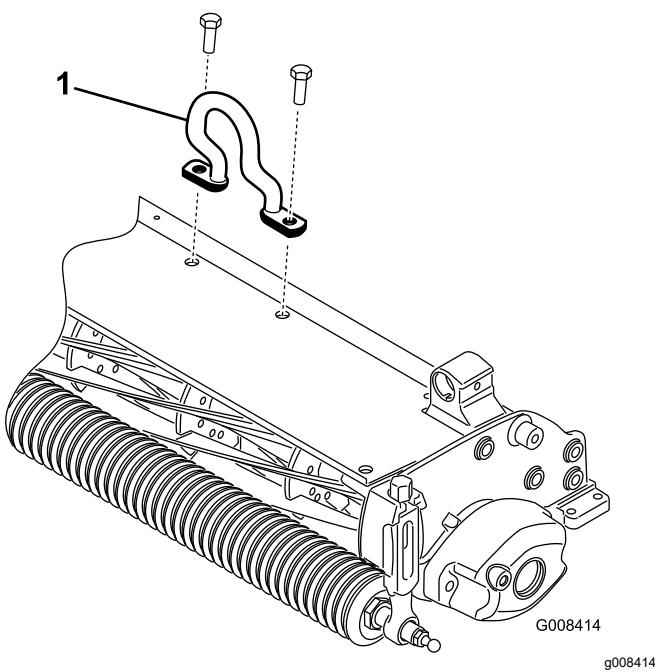

Figure 6
2. Fixez l'anneau excentré (Figure 6) au sommet de l'unité de défeutrage à l'aide de 2 vis.